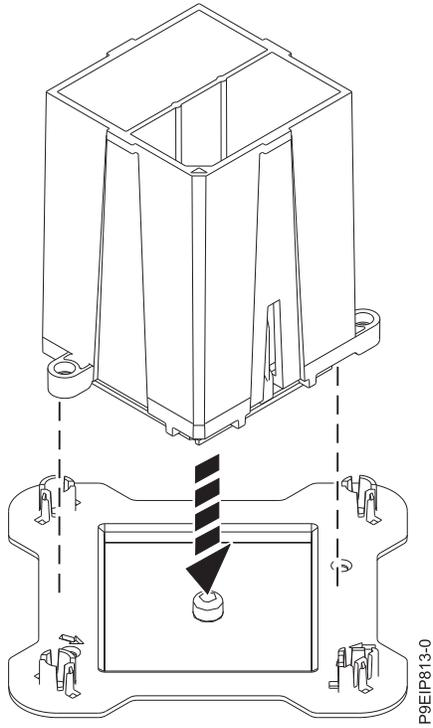

図 59. パッケージのトップ・カバーにシステム・プロセッサ・モジュールを斜めに置く
10. ツールの外側を持って、ツールとシステム・プロセッサ・モジュールをソケットから持ち上げます。それらをシステム・プロセッサ・モジュール・パッケージのトップ・カバーに斜めに置きます (61 ページの図 59 を参照)。システム・プロセッサ・モジュールのパッケージを、システム・プロセッサ・モジュールのトップ・カバーに斜めに据え付けると、システム・プロセッサ・モジュールの再取り付け後に、持ち上げてパッケージに入れやすくなります。